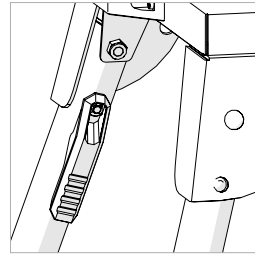
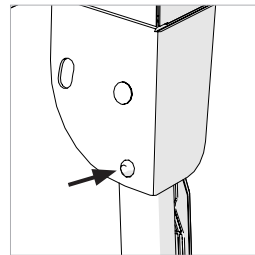

Fig. 1
Fig. 2
- Appuyez sur le levier de verrouillage/déverrouillage (**fig.1**) contre le pied afin de le déplier.
- Suivez les mêmes instructions jusqu'à ce que les quatre (4) pieds soient déployés.
- Assurez-vous que les quatre (4) pieds soient verrouillés dans leur position fonctionnelle. Les broches de verrouillage de la charnière doivent être complètement engagées dans les fentes intégrées pour machine des équerres de tables. (**Fig.2**).